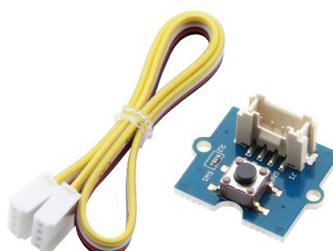

FIGURE 11 – Bouton poussoir Grove, avec son câble
►Q.44: Connecter un bouton poussoir sur l'entrée 25. Pour cela, on utilise un connecteur «GROVE», voir figure 11 page 25, dont les fils sont repérés comme ceci :